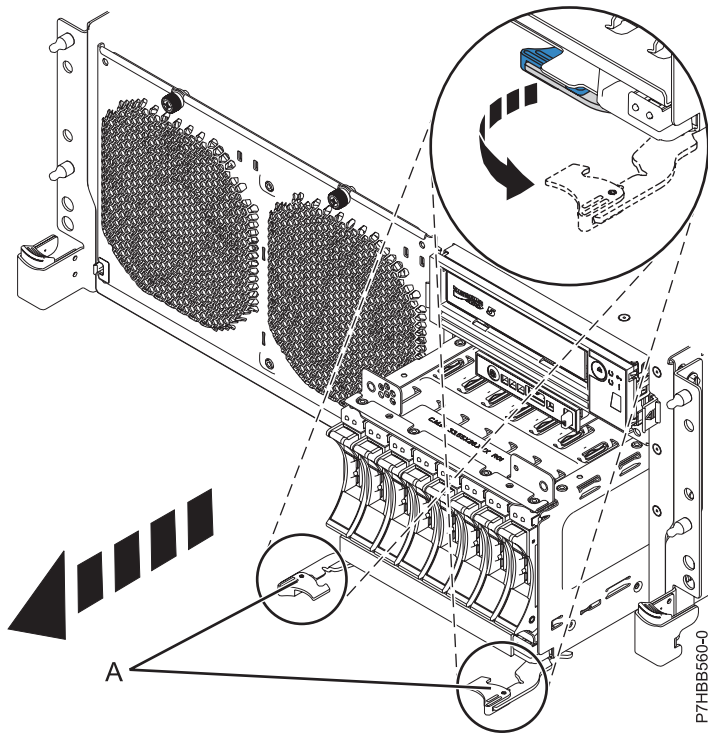
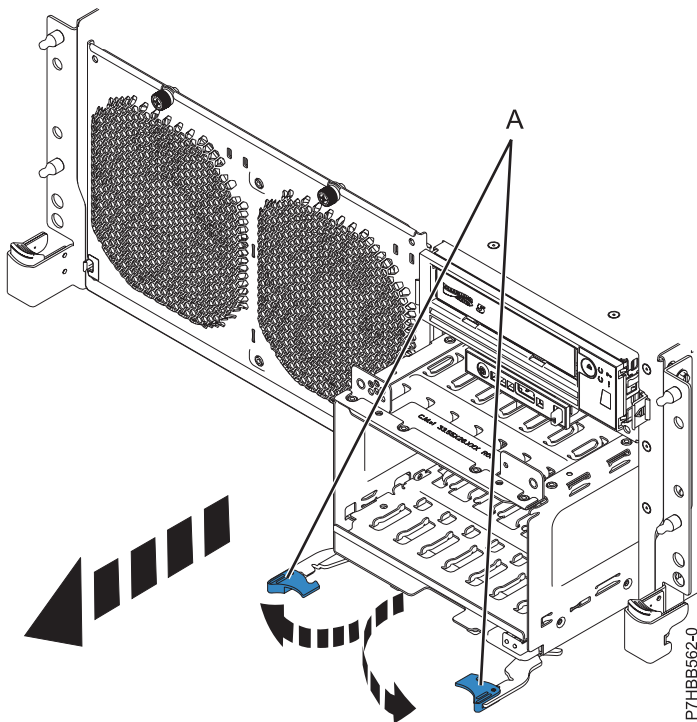

Figure 5. Retrait du fond de panier comportant des unités de disque
Figure 6. Retrait du fond de panier ne comportant pas d'unités de disque
14. Déverrouillez le fond de panier de l'unité de disques en tirant les poignées (A) afin de les mettre en position ouverte, au centre du fond de panier, comme indiqué dans la figure 5, à la page 8 et la figure 6, à la page 8.